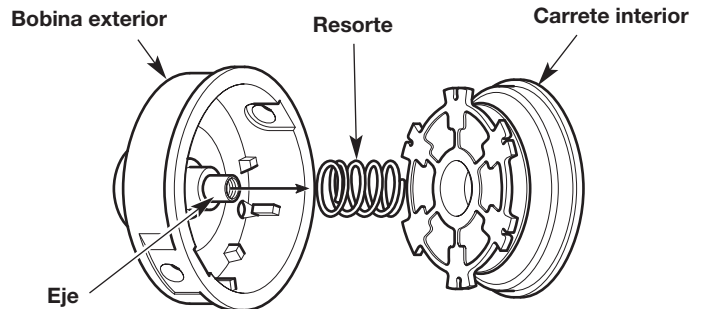

Fig. 17
3. Saque el carrete interior de la bobina exterior (Fig. 17).
4. Saque el resorte del carrete interior (Fig. 17).